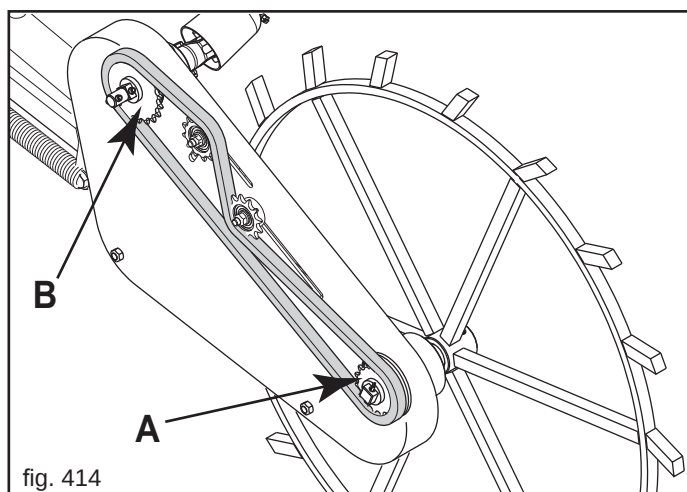

fig. 414
- Le bon fonctionnement du doseur dépend essentiellement des roues de la chaîne introduites dans la boîte de transmission du rouet (voir **Tableau 5 «A-B»**, Fig. 414), en fonction de la largeur de travail.